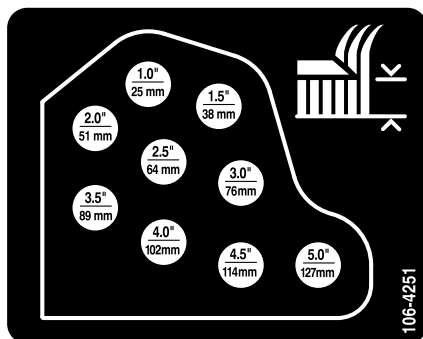

Figura 17
6. Montate le catene dell'altezza di taglio nel foro dell'altezza di taglio desiderata (Figura 17) usando il perno con testa e la coppia.